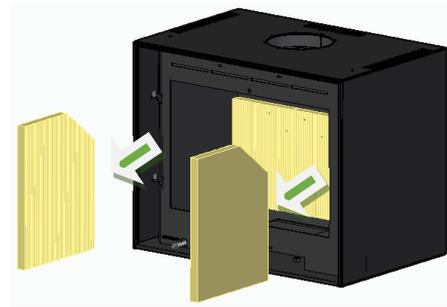

Figura 23 – Remoção das laterais em vermiculite do equipamento
4. Remova as 2 peças das laterais, deslocando para o centro do equipamento e posteriormente para o exterior do equipamento, ver Figura 23.